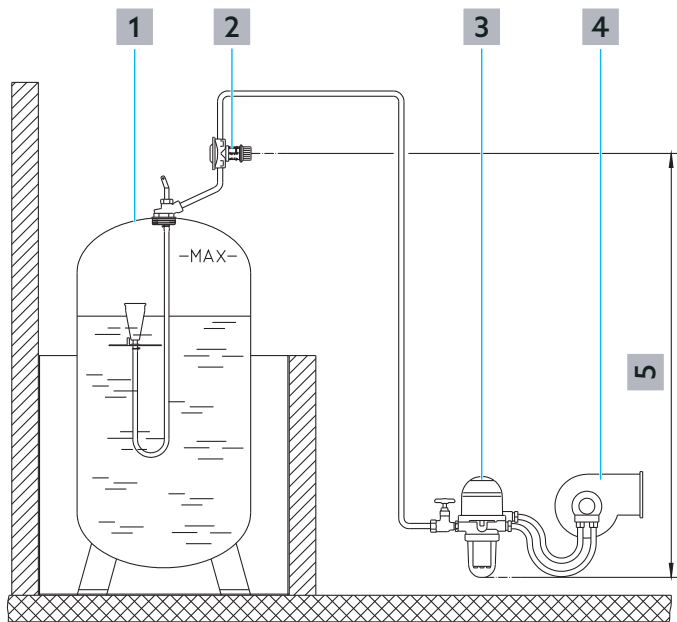

Abb. 2: Aufbau
Die Absicherungshöhe des Ventils muss den senkrechten Höhenunterschied zwischen Einbauort des Ventils (Mitte) bis zum tiefsten Punkt der Saugleitung abdecken (siehe Position 5 in Abb. 2 auf Seite 9).
- ▶ Montieren Sie das Produkt in die Saugleitung oberhalb des max. Flüssigkeitsspiegels. Beachten Sie die Durchflussrichtung (siehe Abb. 2 auf Seite 9).